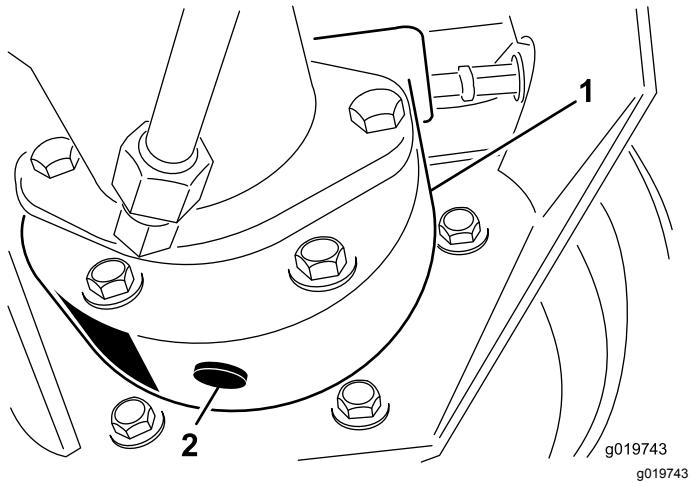

Figura 82
- Mettete una bacinella sotto la scatola del freno, togliete il tappo di spurgo e lasciate defluire l'olio (Figura 82).